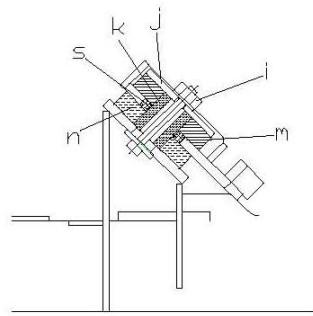
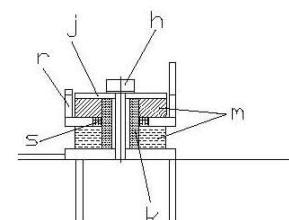

図13
図14
11.中マウント(m) マウントワッシャ(j) を4ヶ所に取付、エンジンベース固定ボルト(h)3ヶ所 及び固定ナット(i)1ヶ所を締め付ける。・・・図13、図14